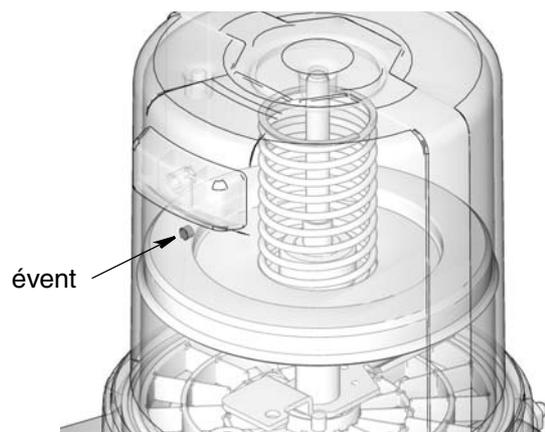

FIG. 13
3. Remplissez le réservoir avec de la graisse jusqu'à ce que le joint de la plaque suiveuse perce l'évent (FIG. 13) et que la majorité de l'air soit expulsée du réservoir.